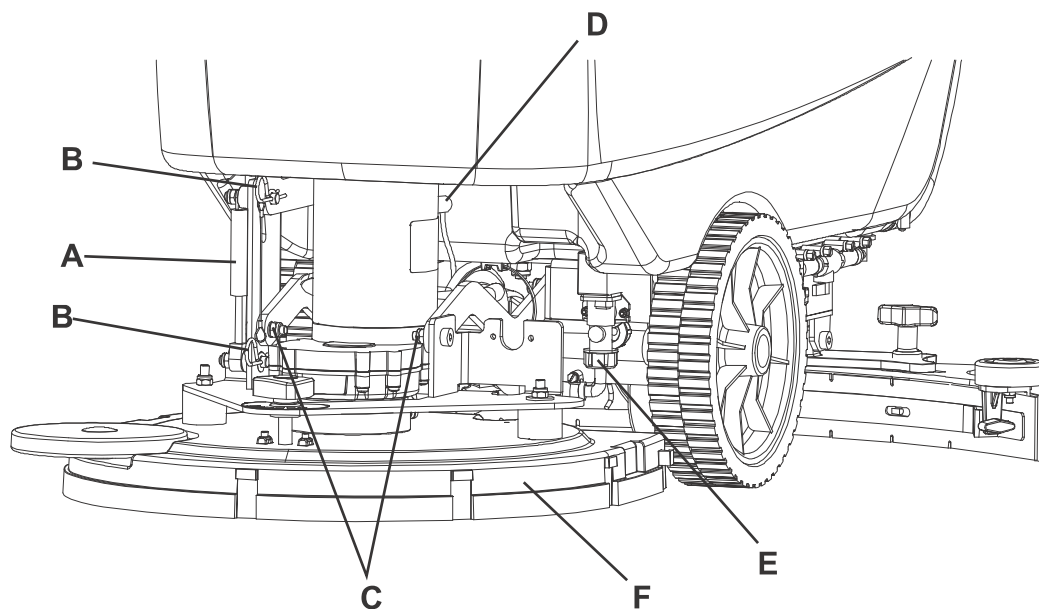

Abbildung 12
3. Den Bürsten-/Padhalterkopf mittels des Pedals (11) senken.
4. Falls vorhanden, die Splinten (B, Abb. 12) und die Gasfeder (A) entfernen.
5. Die elektrische Verbindung (D) der Motoren der Bürsten/Padhalter lösen.
6. Das Verbindungsstück (E) von der Leitung der Reinigungslösung abnehmen.
7. Die Schrauben (C) entfernen, dann den Bürsten-/Padhalterkopf (F) entfernen.